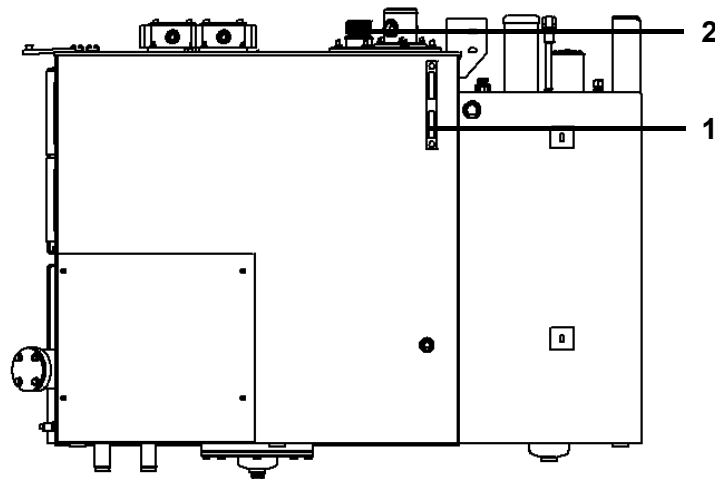

Fig. 16 Indicador de nível de óleo e gargalo de enchimento do tanque de combinação
8	Verifique o nível de óleo no indicador de nível de óleo (1) na Fig. 16: O nível de óleo deve chegar ao meio do indicador visual.
9	Se necessário, complete o óleo hidráulico. <ul style="list-style-type: none"> <li>Abra a tampa ou retire a tampa da abertura do tanque adicional.</li> <li>Solte a tampa (2) na Fig. 16 do gargalo de enchimento de óleo.</li> <li>Complete o óleo hidráulico e verifique novamente.</li> <li>Reinstale a tampa de rosca.</li> <li>Encaixe a tampa ou reinstale a tampa.</li> </ul>